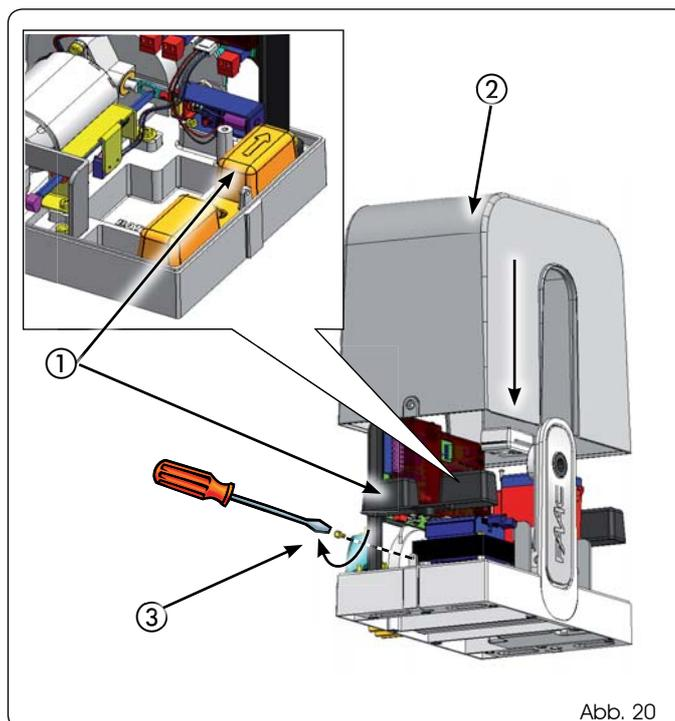

Abb. 20
Sobald die Montage des Antriebs abgeschlossen ist, muss eine sorgfältige Funktionsprüfung sämtlicher angeschlossenen Zubehörteile und Sicherheitsvorrichtungen durchgeführt werden. Die Kunststoffabdeckungen der Schrauben zum Befestigen des Antriebs mit Druck einsetzen, wobei sichergestellt werden muss, dass der Pfeil zum Tor ausgerichtet ist (Abb. 20 Bez. ①). Das Abdeckgehäuse einführen (Abb. 20 Bez. ②) und mit den zwei eigens hierzu vorgesehenen seitlichen Schrauben (Abb. 20 Bez. ③) befestigen. Dem Kunden ist der "Führer für den Benutzer" zu übergeben, zudem sollten ihm der korrekte Betrieb und die richtige Bedienung des Getriebemotors sowie die potentiellen Gefahrenbereiche